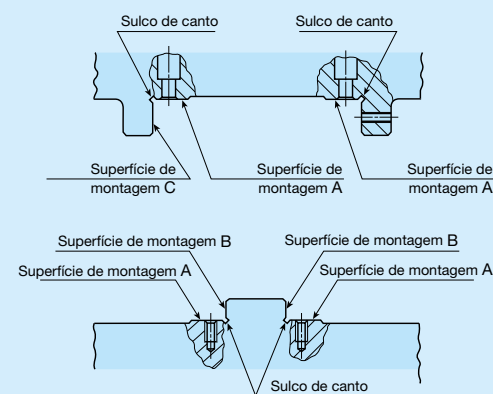

Fig. 27 Superfície de montagem
- Enquanto estiver grudando na superfície B (consulte a Fig. 27), aperte totalmente os parafusos com o torque especificado.